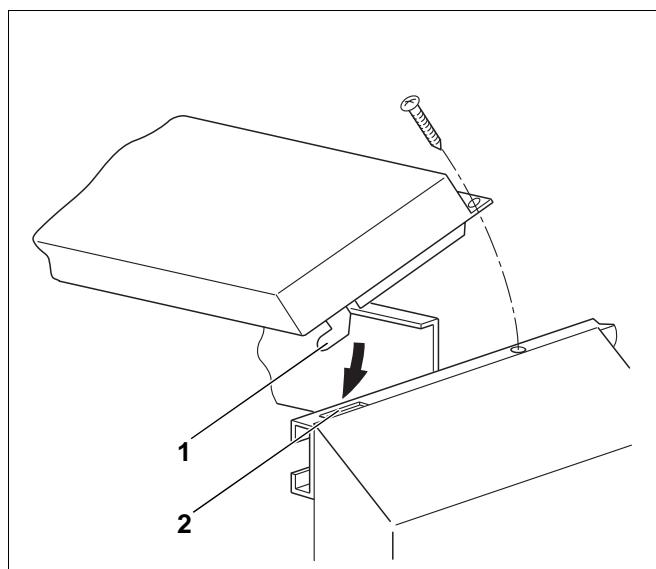
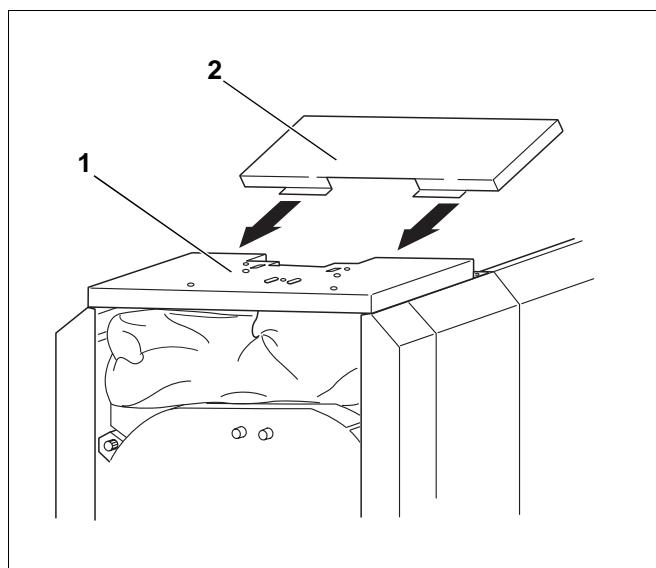

Рис. 43
Рис. 44
- Крюки передней крышки с обозначением "A" (рис. 43, поз. 1) вставить в шлицы продольной траверсы (рис. 43, поз. 2) и сдвинуть вперед.
- Заднюю сторону крышки „A“ закрепить саморезами к продольным траверсам (см. рис. 43 и рис. 44).
- Отбортовку крышки шириной 400 мм с обозначением „D“ (рис. 44, поз. 2) вставить под переднюю крышку (рис. 44, поз. 1).